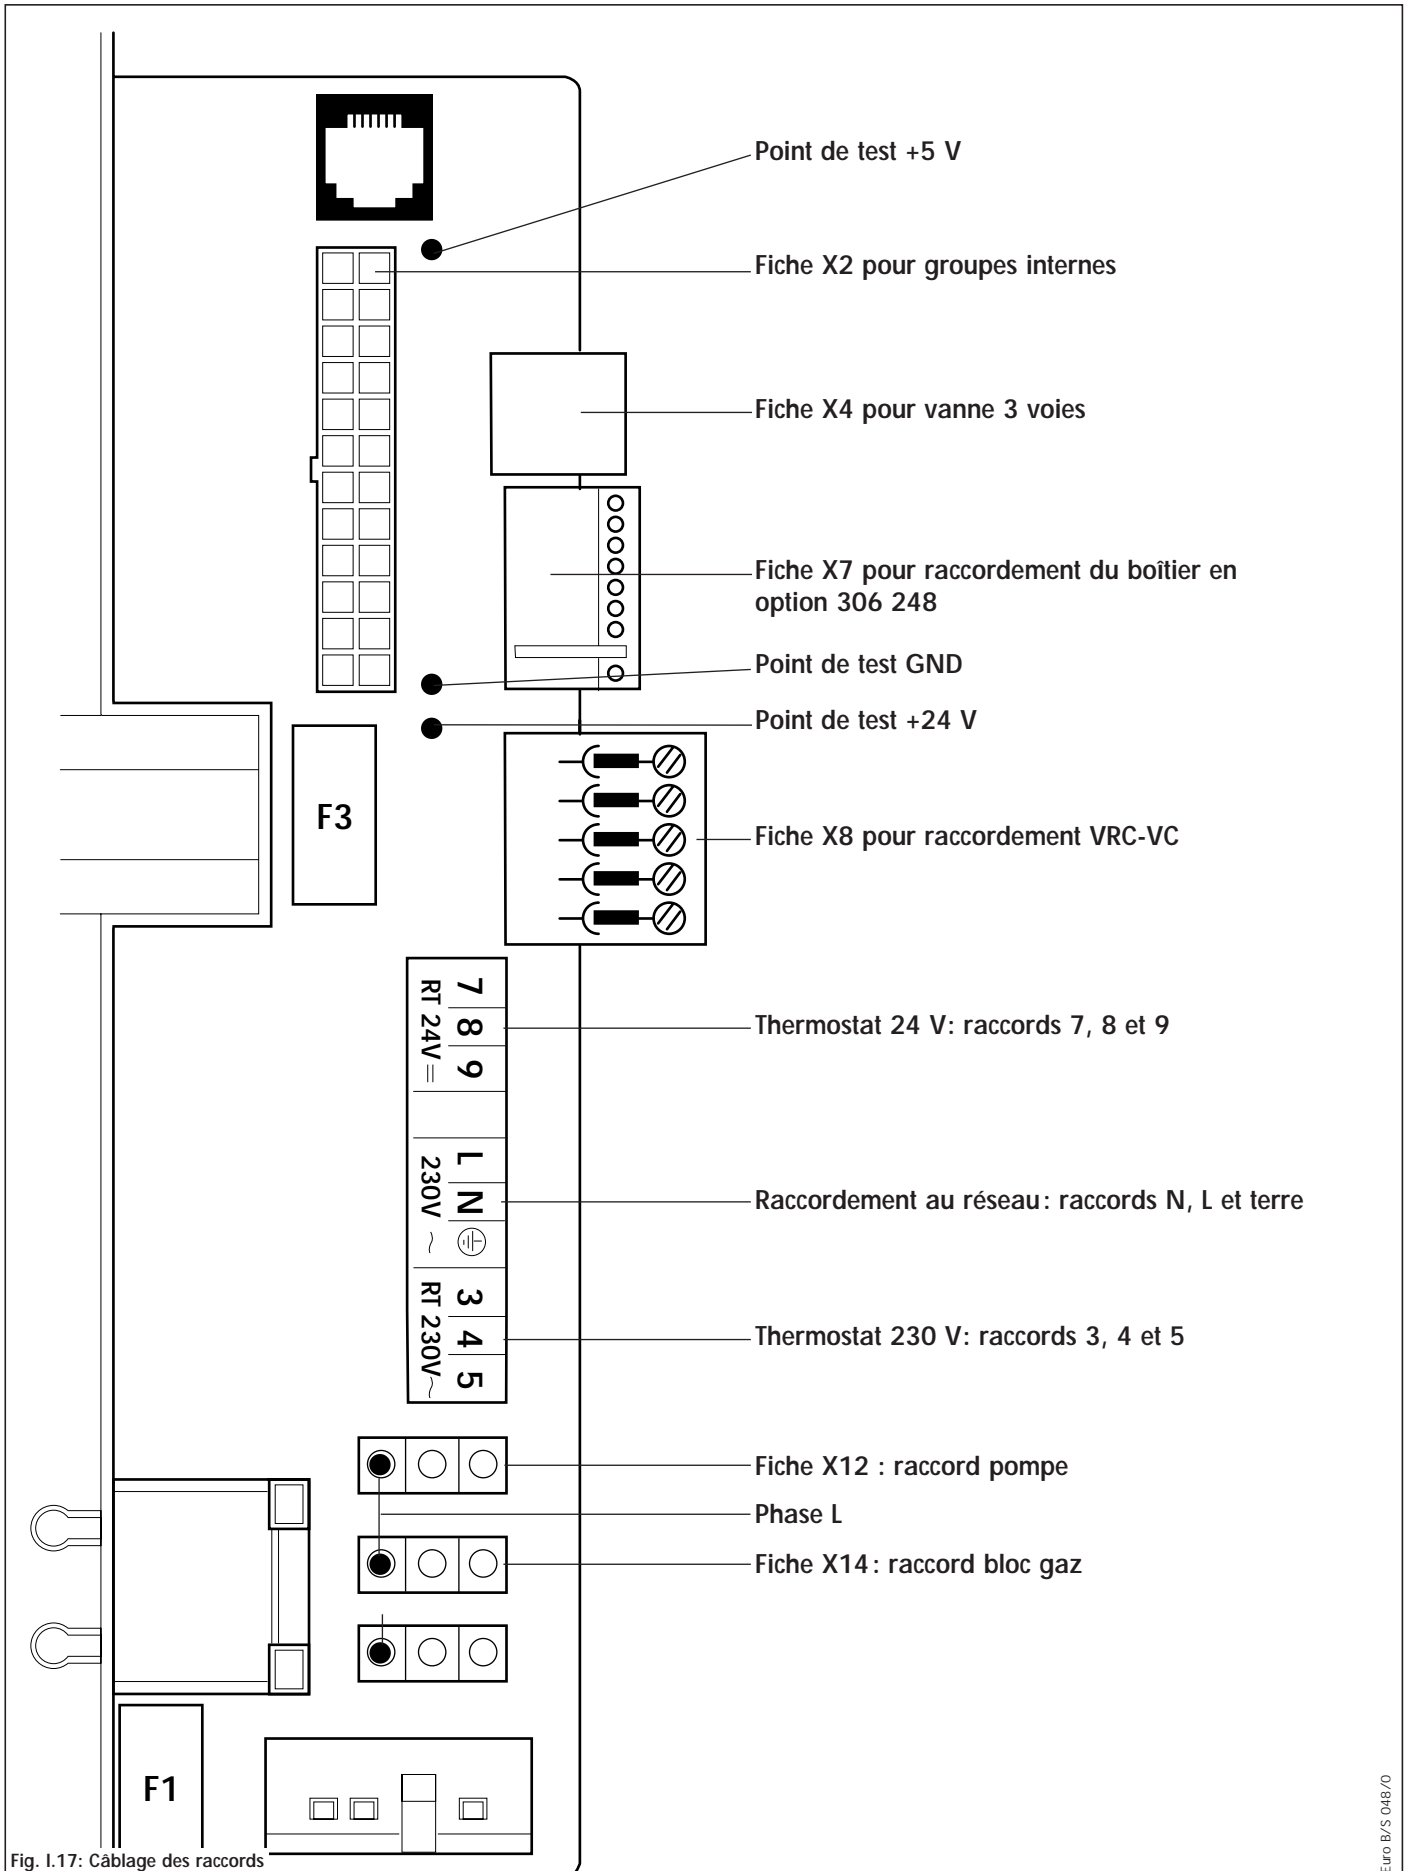

Fig. I.17: Câblage des raccords
- Reliez les câbles de raccordement au réseau N, L et la terre avec les raccords correspondants sur la platine (voir fig. I.17, page 30).
- Si nécessaire, fermez les accessoires illustrés fig. I.17, page 30 de la même manière.